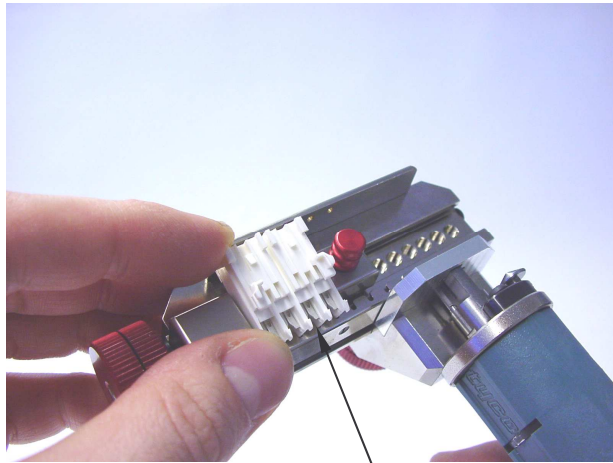

Abbildung 7
**3.** Schieben Sie den Stecker zuerst unter den Kamm an der Vorderseite der Aufnahme. Danach drücken Sie ihn am hinteren Ende bis auf den Boden herunter (siehe Abbildung 7).